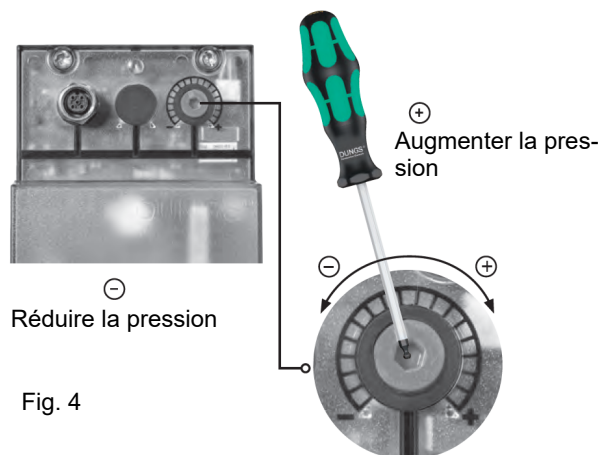

Fig. 4
2. Pousser VD vers l'avant jusqu'en butée, fig. 4.